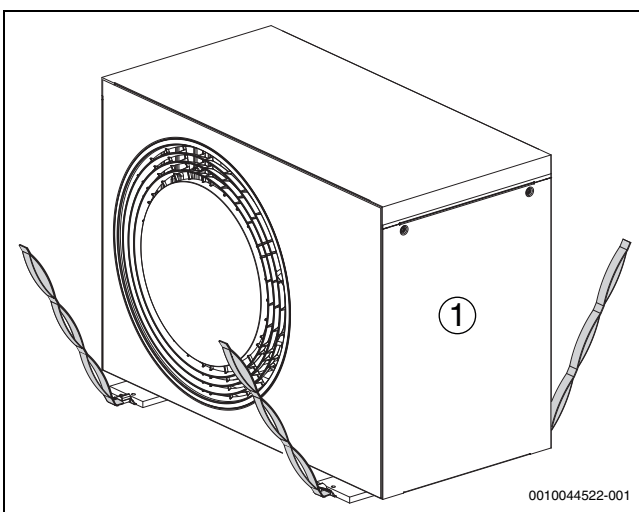

Bild 11 Beim Transportieren der Wärmepumpe ohne Verpackung die Gurte verwenden
- ▶ Achtung! Die Wärmepumpe ist auf der Kompressorseite schwerer (→ Abbildung 11).